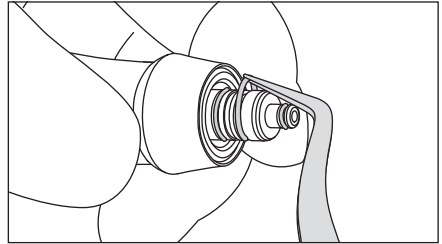

Fig. 18
- \*Si se adhiere polvo en la zona de las juntas tóricas, desmóntelas y limpie bien tanto las juntas como los surcos. (Fig. 18)